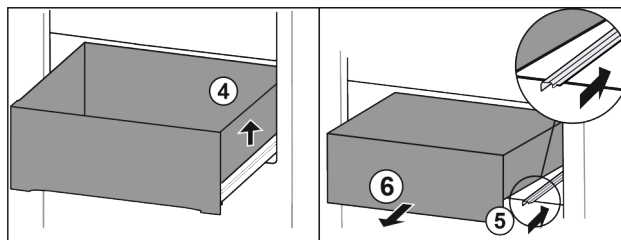

Fig. 69
- ▶ Nadzvedněte zásuvku vpravo. Fig. 69 (4)
- ▶ Zasuňte pravou kolejničku. Fig. 69 (5)
- ▶ Vyjměte zásuvku dopředu. Fig. 69 (6)